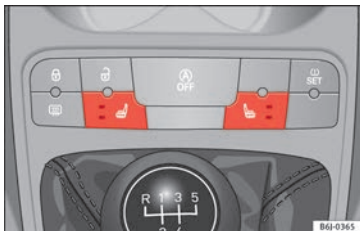

Abb. 100 Schalter für die Sitzheizung der Vordersitze.
- Zum Einschalten der Sitzheizung betätigen Sie den entsprechenden Schalter **»» Abb. 100.**
- Bei einer Betätigung wird die Heizung mit maximaler Heizleistung eingeschaltet. Die beiden LED leuchten auf **»» Abb. 100.** Nach 15 Minuten maximaler Heizleistung erlischt die obere LED. Das System wird für 2 Minuten ausgeschaltet und danach schaltet es sich wieder mit minimaler Heizleistung ein (die untere LED leuchtet ständig).